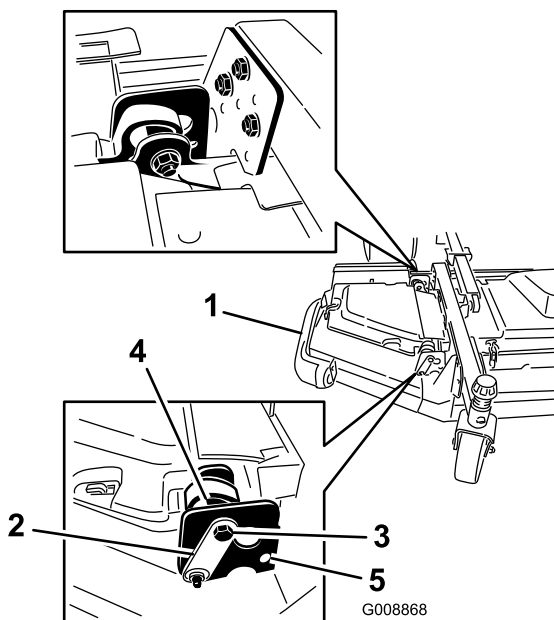

図 7
- 偏芯スペーサ2枚をウイングレットに固定しているボルトとナットをゆるめる 図 7。
4. 後ろ側のトラクションユニットに近い方の偏芯スパーサを回して、外側のブレードの先端の高さが希望する刈高よりも 3 mm 高くなるように調整する 図 7。